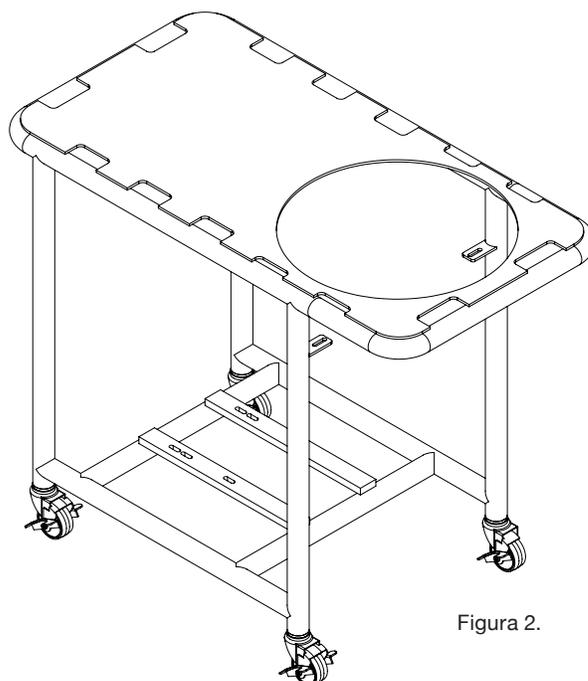

Figura 2.
6b. Revise que la mesa del QDB (T) tenga instaladas las ruedas (W) y este despejado para ensamblar el QIM (Q) sobre esta. Instale las ruedas si es necesario. Ensamble el QIM al motor (M). Siga las instrucciones descritas en las secciones 2 a la 5 para realizar esto. **Figura 2.**